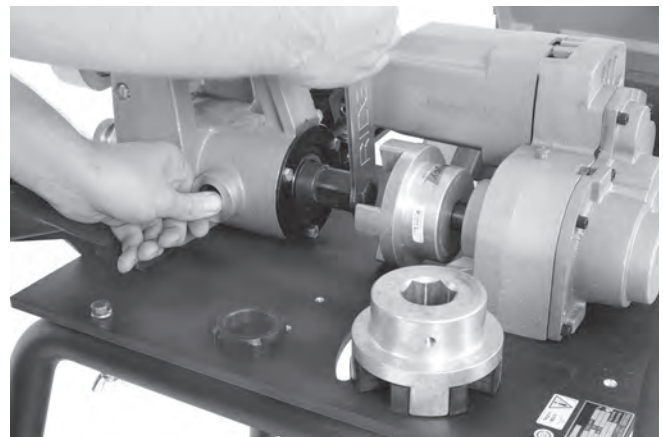

Figura 27 – Extracción del perno de tracción
6. Use la llave hexagonal de  $\frac{15}{16}$ " del conjunto de llaves para aflojar el perno de tracción (Figura 27).